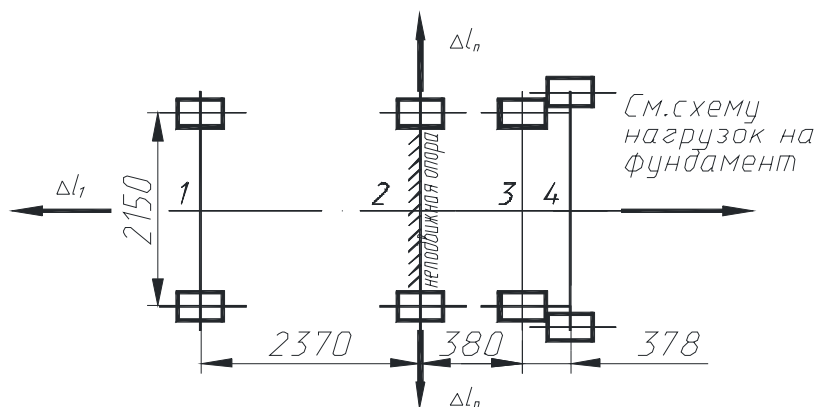

Рис.2
5.5. Для наблюдения за расширением котла репера установить у опоры №1 (см рис.2). Величина тепловых расширений котла: